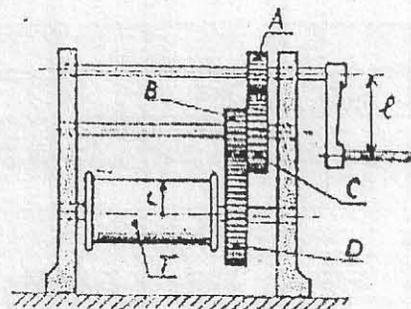

Fig.2 Treuil à engrenage
- 3) On ne peut accroître exagérément l , sans rendre la manœuvre difficile ; de plus on ne peut diminuer r sans nuire à la résistance du tambour. On a donc recours au treuil à engrenages quand les charges à soulever deviennent importantes (fig. 2).